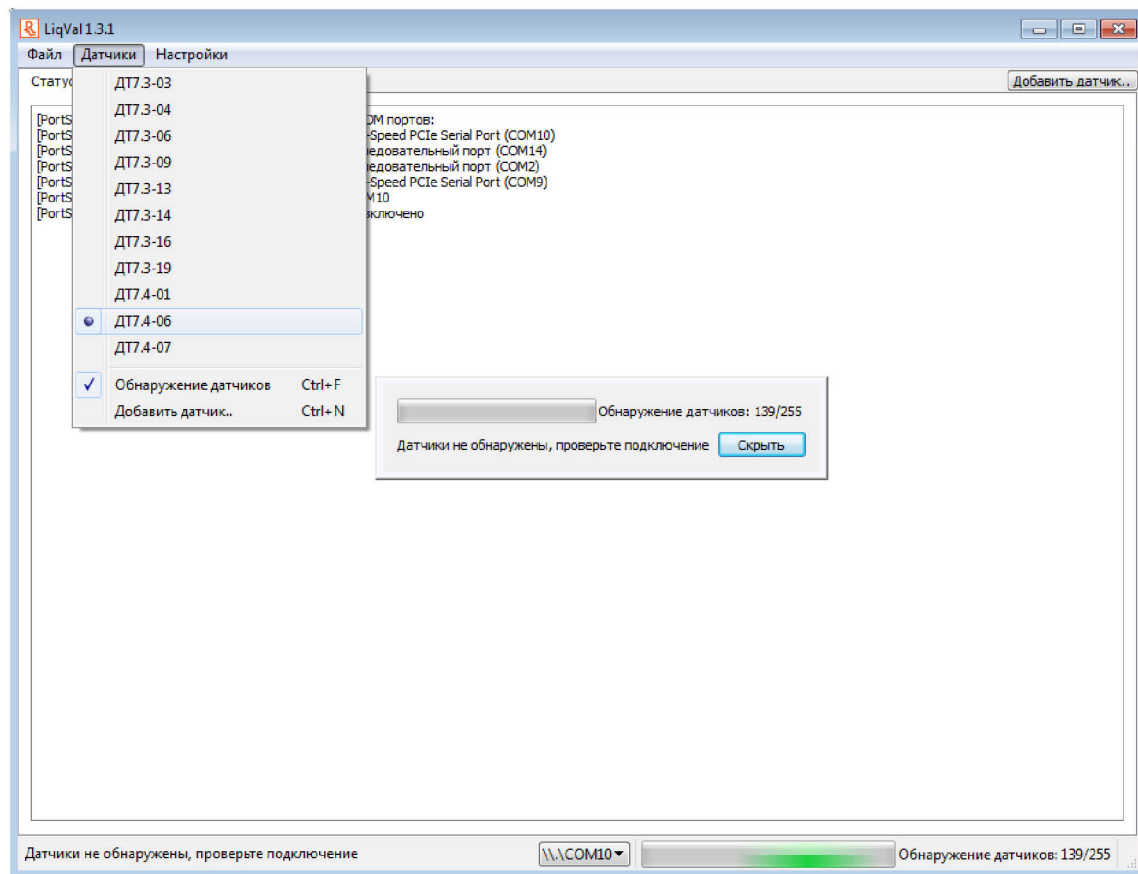

Рисунок 5. Выбор модификации датчика
4. Для выбора необходимой модификации датчика войдите в меню «Датчики» и установите маркер напротив данной модификации (рисунок 5).